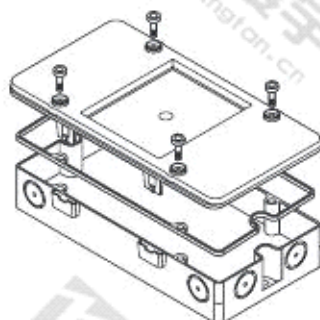

图 5
- 安装在控制器或开关柜外面：潮湿环境使用 FDCH292 保护盒(图 5)。